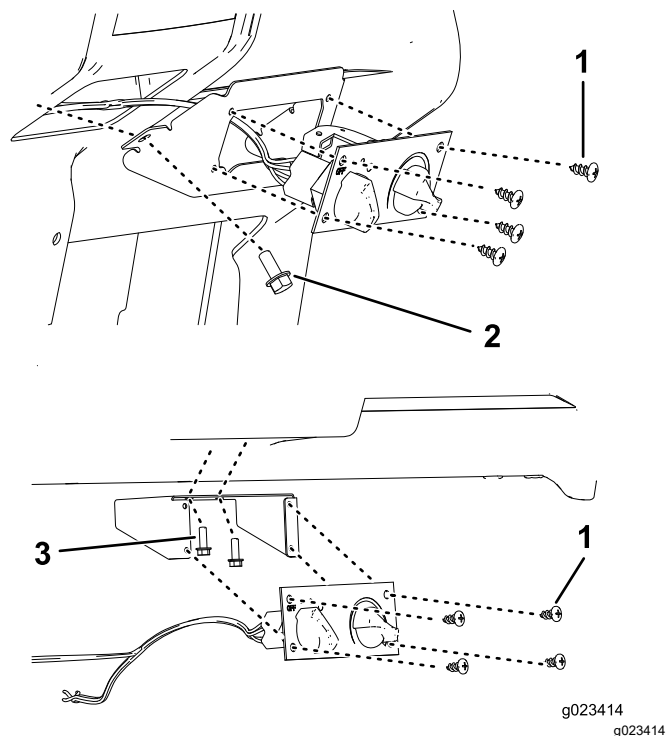

図 5
4. ヒーターコントロールマウントに、ヒーターコントロールを取り付けるビス 4 本を使用する 図 5。
5. ヒーターコントロールケーブルと黒色のワイヤハーネスコネクタを、ヒーターコントロールとヒーターのワイヤハーネスの白色コネクタに接続する 図 5。
7. ヒーターコントロール用マウント正面にフランジヘッドボルト 5/16 x 3/4" 4本を使い、さらにマウント側面にボルト 5/16" 2本HD モデルの場合 またはボルト 1/4" 2本MD モデルの場合を使って固定する 図 5。